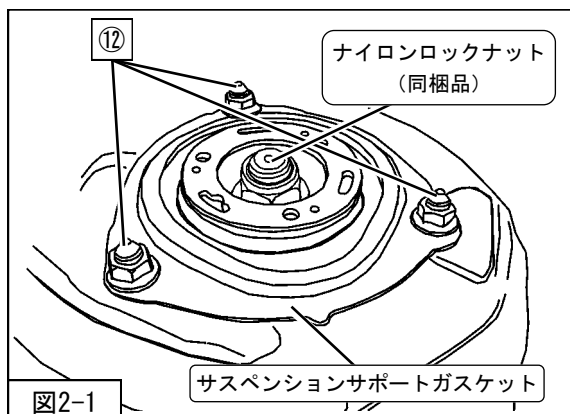

図2-1
を車両に取付けてください。(図2-1)
3. ナイロンロックナット（同梱品）（締付トルク：47N・m）を本締めしてください。(図2-1)